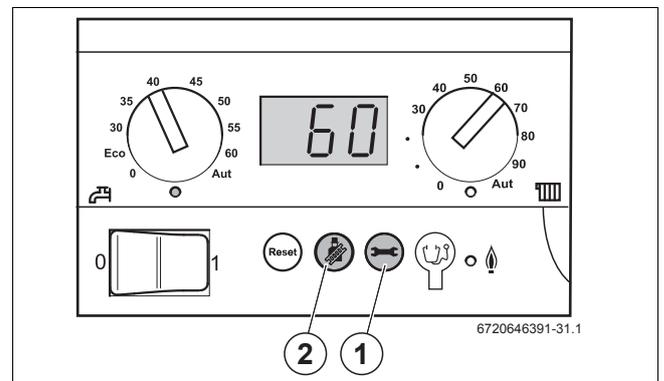

Bild 5 Bedienfeld
- ▶ Wasserhahn öffnen und die Heizungsanlage bis 1,5 bar befüllen. Dabei Druckanzeige für den Heizkreis beachten. Den Druck am Bedienfeld (→ Bild 5, Seite 5) ablesen.
- ▶ Betriebsdruck auf dem Display der Bedieneinheit (→ Bild 5, Seite 5) erneut ablesen. Wenn der Druck unter 1,0 bar liegt, muss die Heizungsanlage, wie oben beschrieben, weiter aufgefüllt werden.